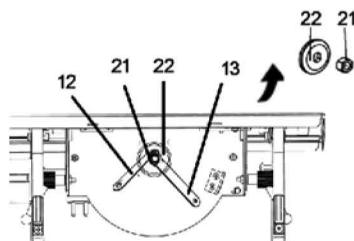

Fig.18
- > Desaperte a porca (21) com a chave (13) colocada na porca e a multi-ferramenta (12) no veio da serra para retirar a porca (21) e o flange exterior (22). (Fig. 18)
- > **Coloque um nova lâmina de serra (2) no eixo do veio. Assegure-se de que os dentes da lâmina de serra apontam para baixo na parte frontal da mesa da serra. Coloque o flange exterior (22) e a porca do veio no eixo do veio e verifique que a superfície larga e plana do flange exterior está virada para a lâmina de serra e que a lâmina de serra (2) está firmemente encostada no flange interior.**
- > Aperte a porca (21) com a chave (13) e com a multi-ferramenta (12).
- > Volte a colocar a proteção inferior (7) utilizando os parafusos de fixação.